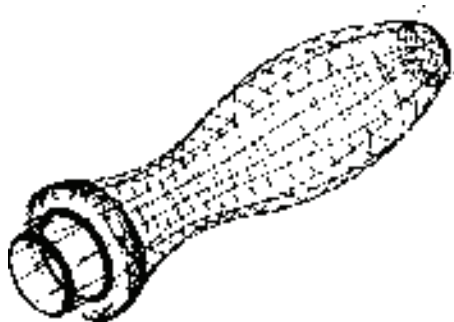

图 10-11 UCS 坐标和手柄的二维线框图
(1) 二维线框(2) 用直线和曲线表示对象的边界。光栅和 OLE 对象、线型和线宽都是可见的。即使将 COMPASS 系统变量的值设置为“1”，也不会出现在二维线框视图中。图 10-11 所示是 UCS 坐标和手柄二维线框图。